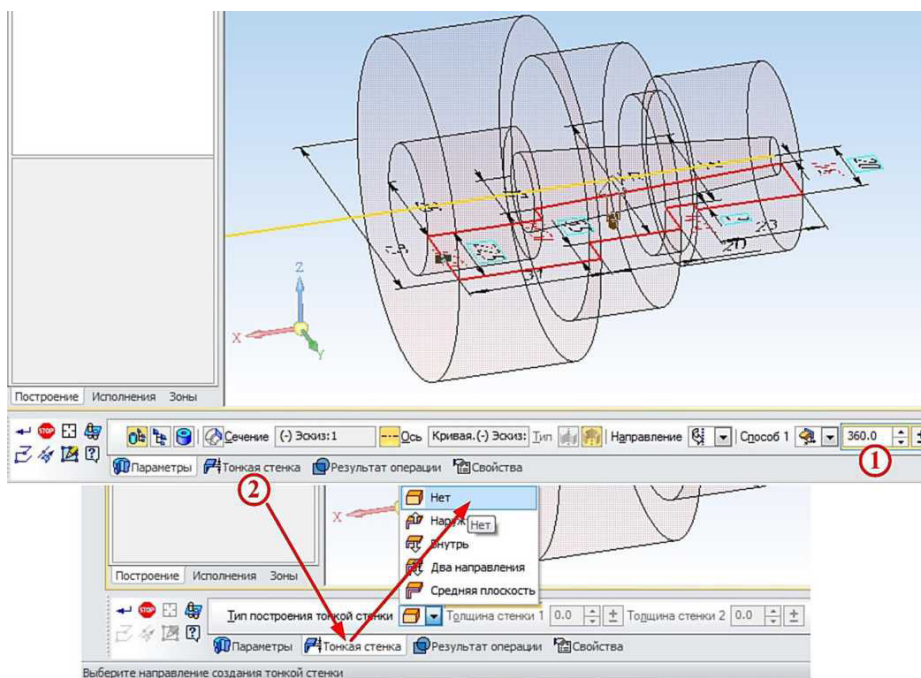

Рисунок 2.
2. Выйти из режима **Эскиз** и на панели инструментов **Компактная** нажать кнопку **Редактирование детали**. Далее на нижней части панели на расширенной вкладке нажать кнопку **Операция вращения** и убедиться, что в панели свойств задан угол поворота эскиза **I** (360°) и выключена опция **Тонкая стенка 2**, рисунок 2.